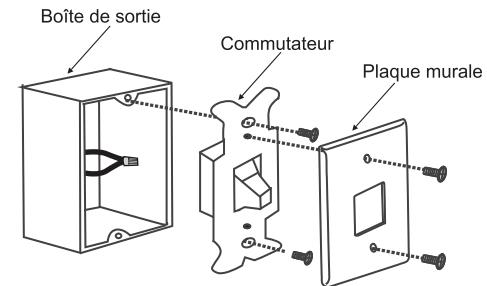

Fig. 19
Étape 1. Retirez la plaque murale existante et l'ancien interrupteur de la boîte de sortie murale. Ecrouez les fils noirs (chauds) et poussez à l'intérieur de la boîte de sortie. (Fig. 19)